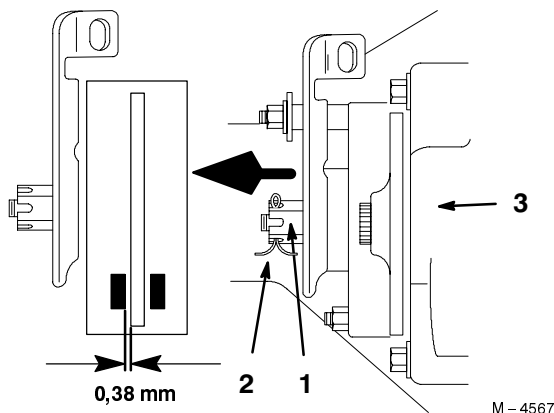

Bild 28
3. Entfernen Sie zum Einstellen der Bremse den Splint und lockern die Bremseinstellmutter etwas (Bild 28).
4. Stecken Sie eine 0,38 mm Fühlerlehre vorsichtig zwischen den äußeren Bremsklotz und die Bremsscheibe (Bild 28).